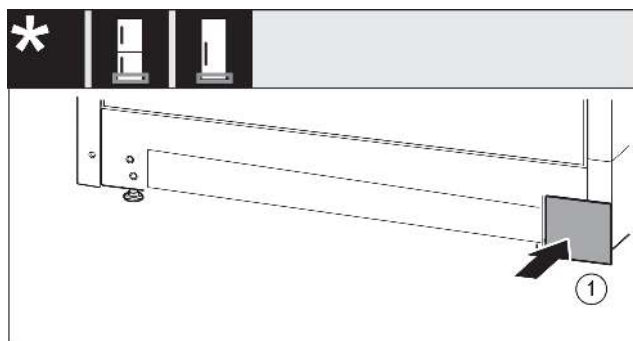

Fig. 16
- Снова установите крышку с другой стороны. Fig. 16 (1)